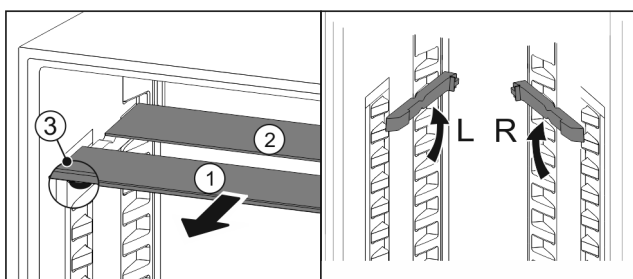

Fig. 85
- ▶ Skleněné desky jednotlivě vytáhněte dopředu Fig. 85 (1).
- ▷ Skleněná deska Fig. 85 (1) s ozdobnou lištou leží vpředu.
- ▷ Zářezky Fig. 85 (3) směřují dolů.